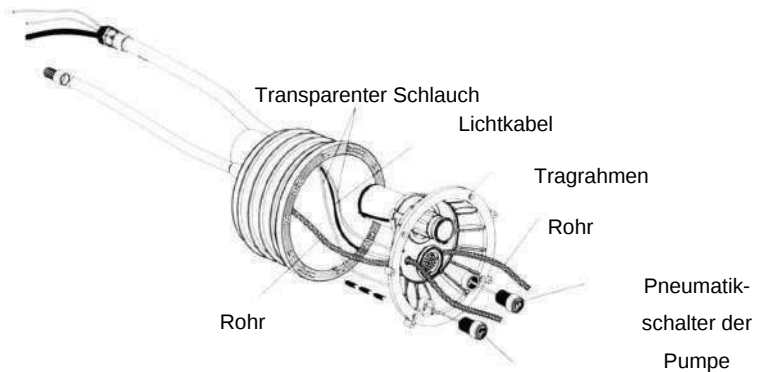

Abb. 9.
- 1) Führen Sie den transparenten Luftschlauch und das Lichtkabel durch das Verbindungsrohr. Schließen Sie danach die beiden Luftschläuche an den Schalter der Pumpe bzw. an den Schalter der Beckenbeleuchtung an (Abb. 9).